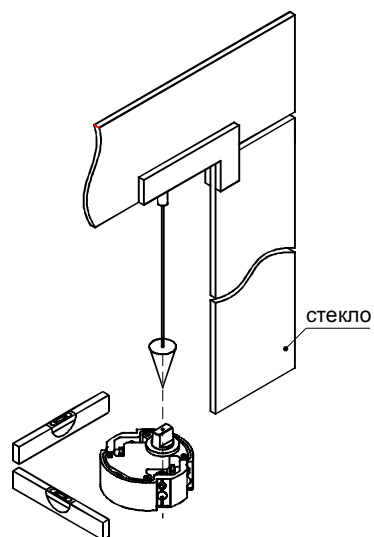

рис.3
- 3 После затвердения смеси установить корпус доводчика по отвесу и затянуть винты M8 4 шт. (рис.3)